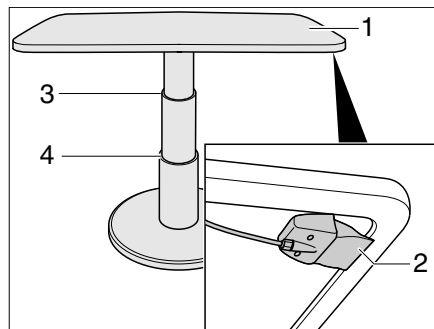

Bild 56 Hubtisch der Rundsitzgruppe
- Den Verriegelungshebel (Bild 56,2) nach oben ziehen und halten.
- Die Tischplatte (Bild 56,1) in der Mitte bis zum gewünschten Anschlag (Bild 56,3 oder 4) nach unten drücken.